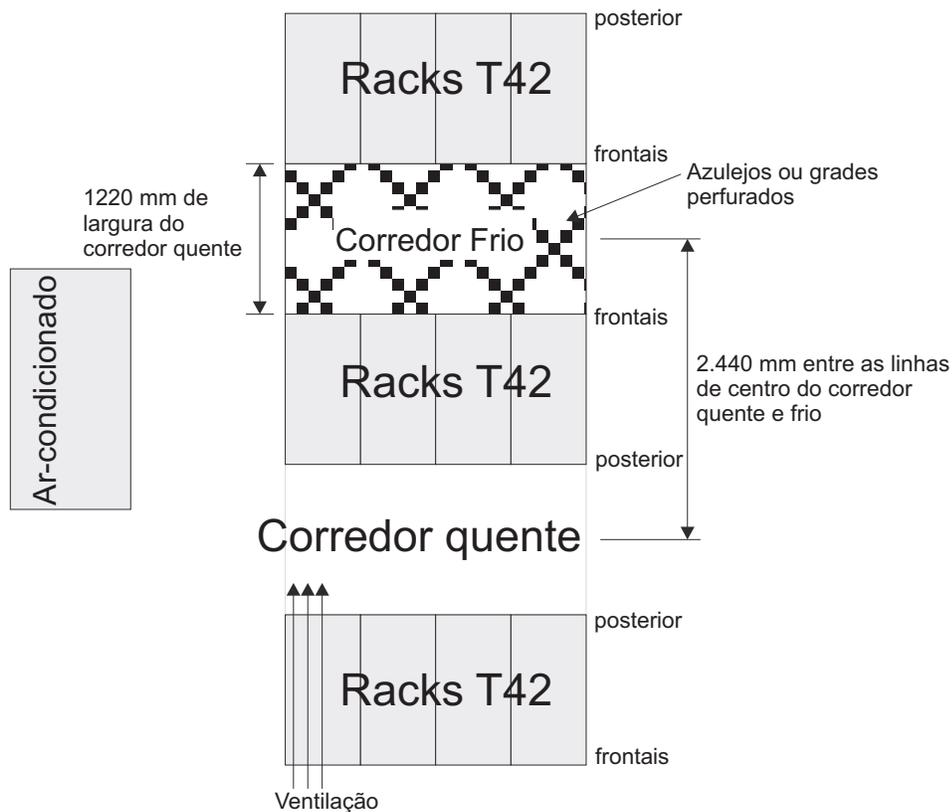

Figura 14. Exemplo de Configuração de Rack com Passagem Fria/Passagem Quente
- O ar entra na parte frontal do rack e sai na parte traseira. Para prevenir que ar liberado do rack entre na abertura de outra peça do equipamento, é necessário posicionar os racks em linhas alternadas, costas com costas ou frente a frente. Essa disposição é conhecida como *passagem fria e passagem quente* e é mostrada na Figura 14 na página 23.